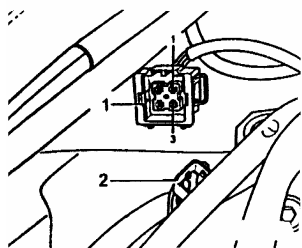

图 3-20 拔下冷却液温度传感器的四针插头
(4) 显示区域 3 中显示值为冷却液温度值。如果显示值恒为约 -46 或 141°C ，拔下冷却液温度传感器（G62）的四针插座（如图 3-20），用辅助导线跨接端子 1 和 3，若屏幕显示值变为正常，则更换冷却液温度传感器；若仍不正常，检查传感器到控制单元、到蓄电池及接地的导线是否连接良好，如果导线中未发现故障，更换发动机 ECU。